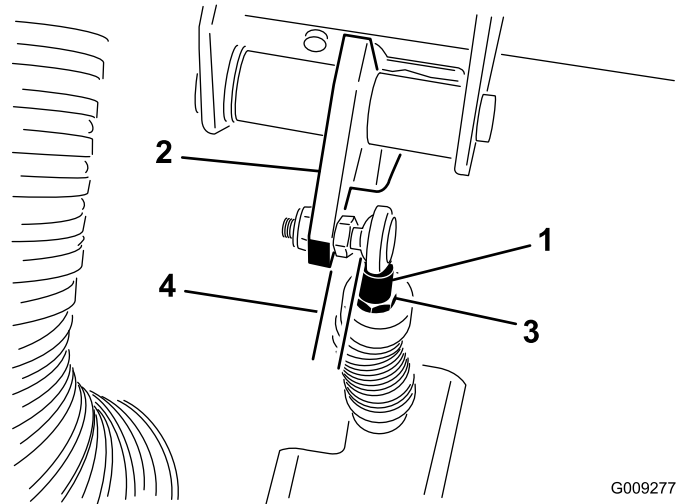

Figura 75
**Importante:** Asegúrese de que el extremo de la varilla está situado correctamente respecto a la bola, que la varilla no está torcida, y que permanezca paralela al pedal del embrague después de apretar la contratuerca (Figura 75).